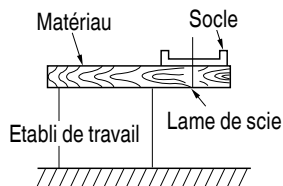

Fig. 17
6. Préparer un établi de travail en bois (Fig. 17)